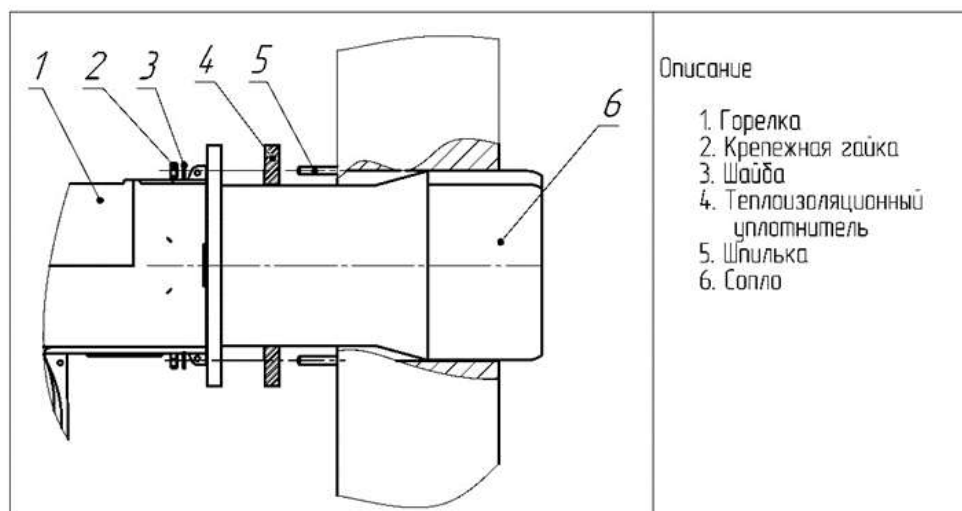
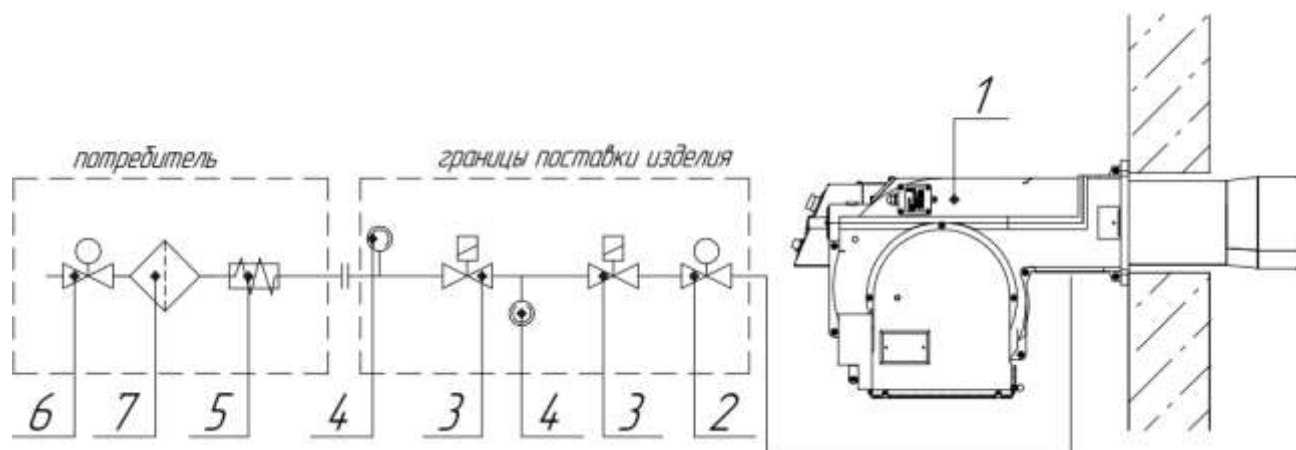

Рис.7. Схема монтажа горелки на тепловой установке.
Рис.8. Подключение горелки к газопроводу.
5.1.3 Установить горелку на котел, продев шпильки в отверстия фланца горелки. Закрепить ее с помощью гаек и шайб. Пространство между оголовком горелки и огнеупорным краем отверстия котла должно быть герметично закрыто специальным изолирующим материалом. Пример монтажа горелки к топке приведен на рис.7
Смонтировать горелку на тепловой установке и подключить к газопроводу согласно проектной документации. Пример монтажа горелки к топке приведен на рис.7, пример подключения к газопроводу на рис.8.